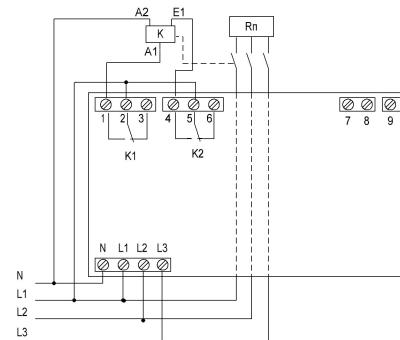

Рис.3 Схема включения с контактором с электромагнитной защелкой.
5.3 Режим работы с контакторами с электромагнитной защелкой (двоихмоточными контакторами). Реле K1 выдает импульс "START" на включение нагрузки, реле K2 импульс "STOP" на выключение (рис.3,4). Длительность импульса 5 сек. В этом режиме нет потребления мощности контактором от сети питания. На катушки подаются только кратковременные импульсы управления. Срок службы контактора ограничен только износостойкостью его kontaktов.